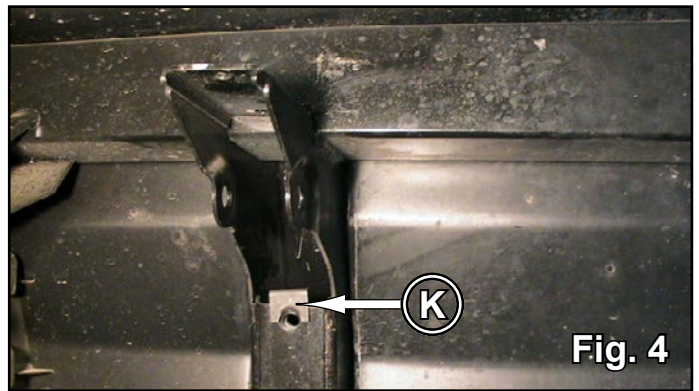

Fig. 4
2. Install Clip Nut (K). See Fig. 4.